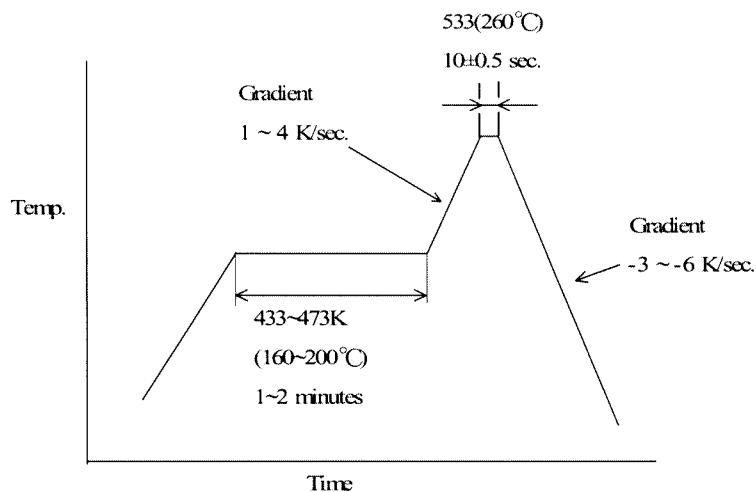

Fig.4
(2) Reflow soldering heat resistance / 半田耐熱性
A. Testing : Put on the receptacle connector to PCB , apply the heat 2 cycles as shown in Fig. 4
A.試験法:基板にリセプタクルコネクタを置き、Fig. 4の条件で2回リフローを行う。